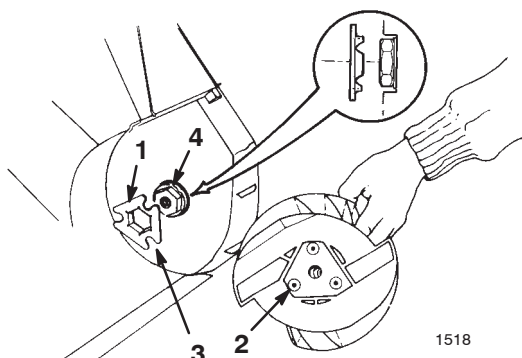

Figure 17
5. Alignez le côté gauche du rotor neuf et l'accouplement. Les 3 bossages à l'extrémité du rotor doivent être en face des fentes de l'accouplement (Fig. 17).